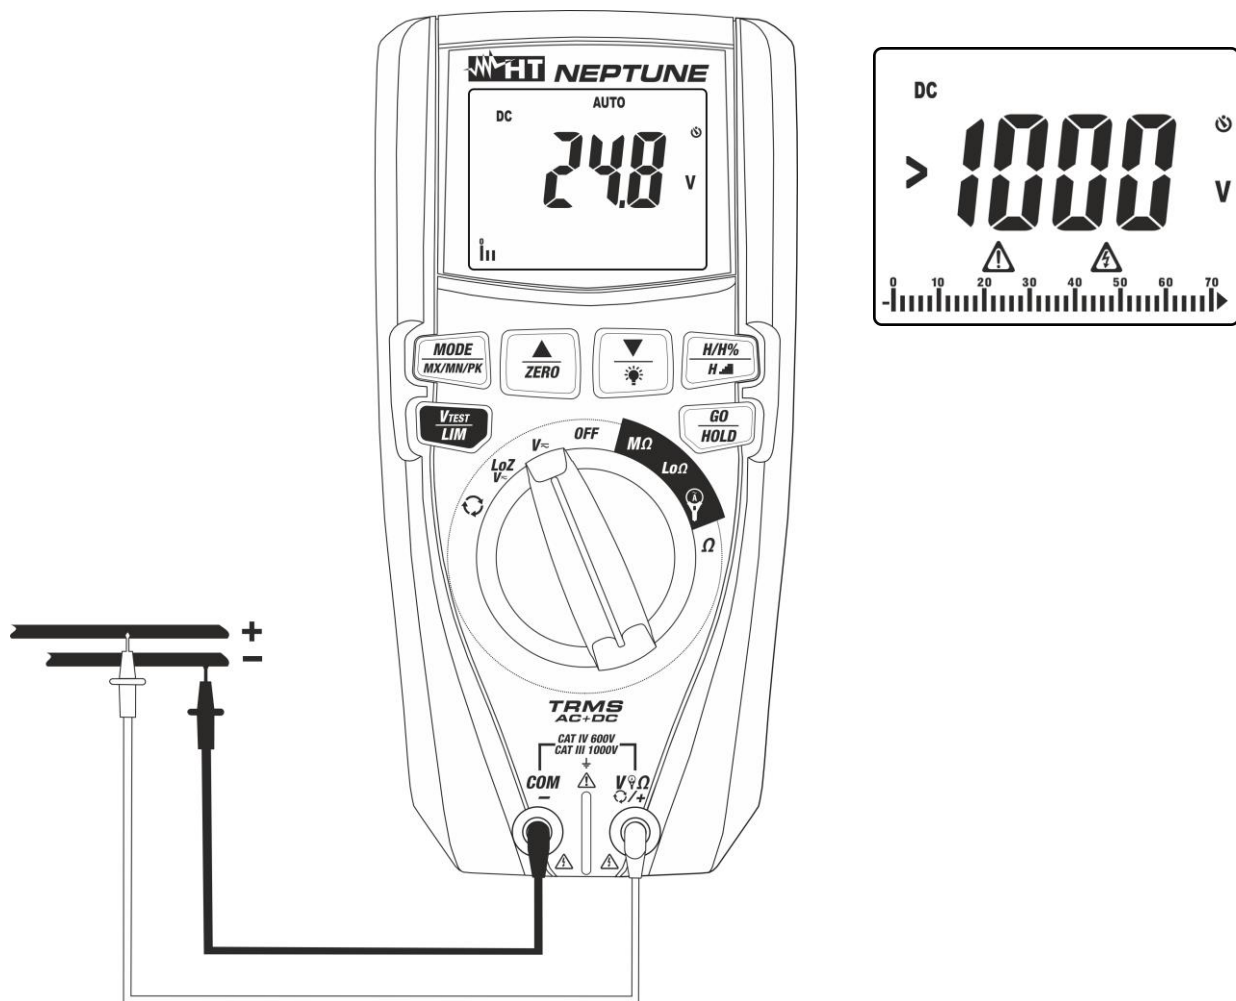
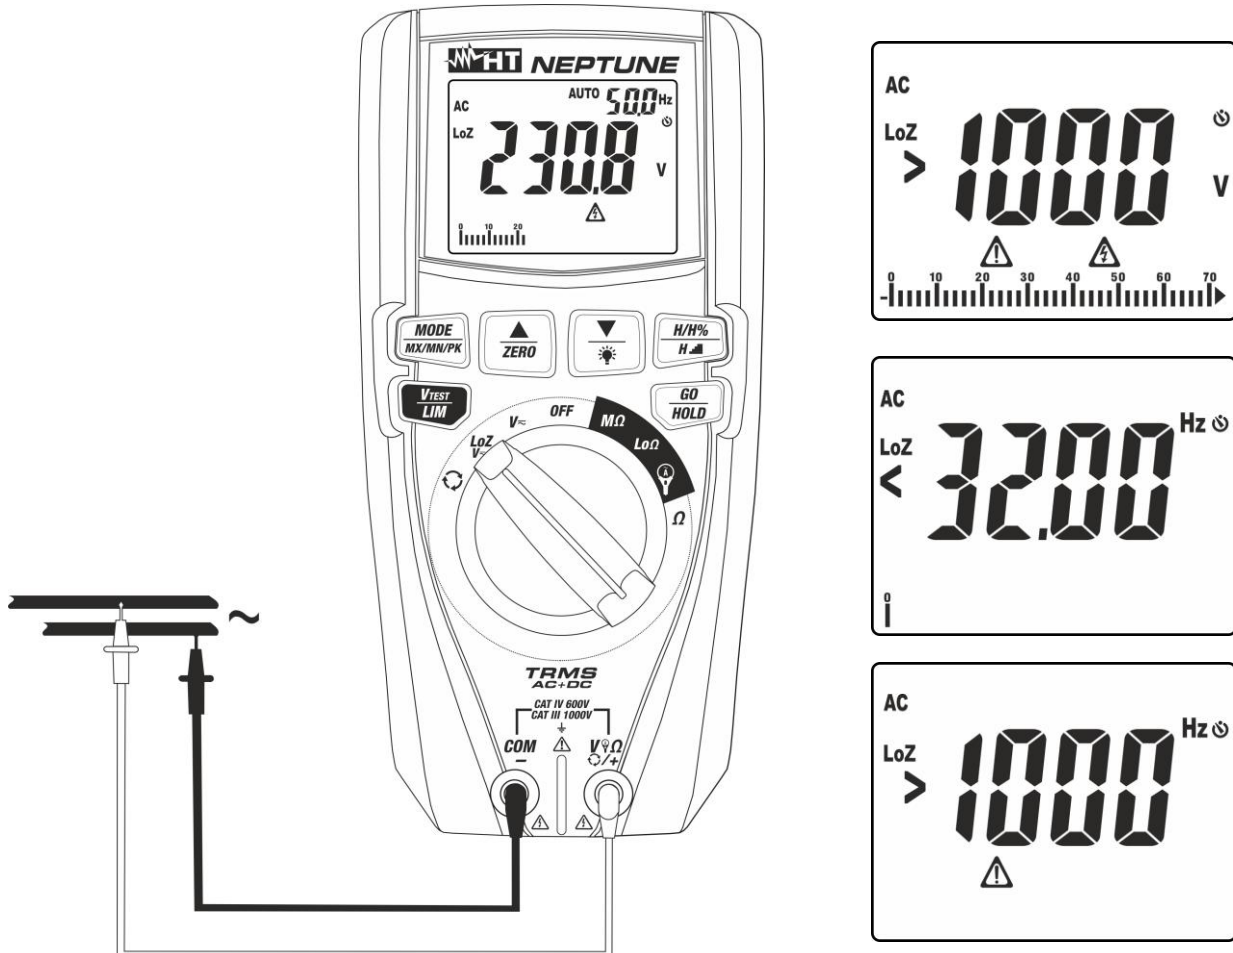

Abb. 6: Verwendung des Gerätes für Gleichspannungsmessung
Abb. 8: Verwendung des Geräts für AC/DC Spannungsmessung mit Funktion LoZ
3. Verbinden Sie die rote Messleitung und die schwarze Messleitung mit dem jeweils positiven und negativen Potenzial des zu messenden Kreises (siehe Abb. 6). Der Spannungswert erscheint auf dem Display.
4. Wenn im Display die Meldung "**>1000V**" erscheint (siehe Abb. 6), ist der höchste messbare Wert erreicht worden.
5. Das Symbol "-" auf dem Display des Gerätes gibt an, dass die Spannung die umgekehrte Richtung mit Bezug auf den Anschluss in Abb. 6 hat.
4. Verbinden Sie die rote und die schwarze Messleitung mit den entsprechenden Punkten des zu messenden Kreises (siehe Abb. 8) zur Messung der AC Spannung oder mit den positivem oder negativem Potenzial des zu messenden Kreises (siehe Abb. 6) zur Messung der DC Spannung. Der Spannungswert erscheint auf dem Display. Rechts auf der Oberseite des Displays wird der Wert der Frequenz der Spannung angezeigt. Drücken Sie die Taste **MODE/MXMNPK** zur Anzeige des Werts der Frequenz mit besserer Auflösung.
5. Wenn im Display die Meldungen "**<32Hz**" oder "**>1000Hz**" (siehe Abb. 8) erscheinen, liegt der Wert der Frequenz außerhalb des Messbereiches **32Hz ÷ 1000Hz**.
6. Das Symbol “-” auf dem Display des Geräts gibt an, dass die Spannung die umgekehrte Richtung mit Bezug auf den Anschluss in der Abb. 6 hat.